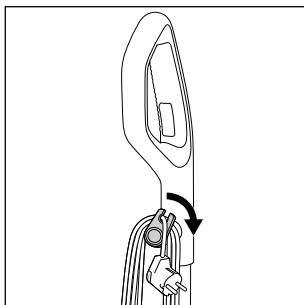

Fig. 12
- ◆ Desenrolle el cable de red **17** completamente del enganche superior e inferior del enrollacables **16/20**. Para desenrollar el cable de red **17** rápidamente del enrollacables **16/20**, tire del enganche superior del enrollacables **16** ligeramente hacia fuera y gírelo hacia abajo (consulte la fig. 12).